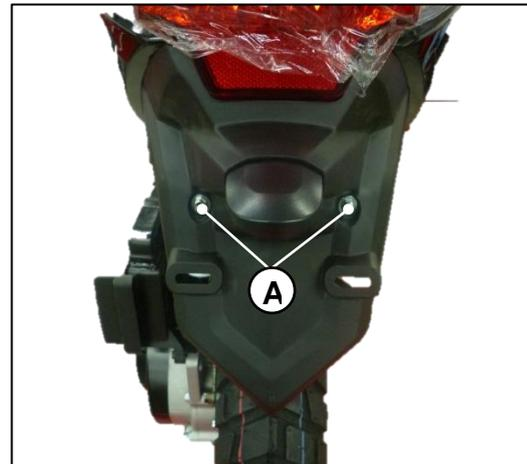

Fig. 9.19
Se procede a remover los tornillos (A) de base de placa. **Fig. 9.19**